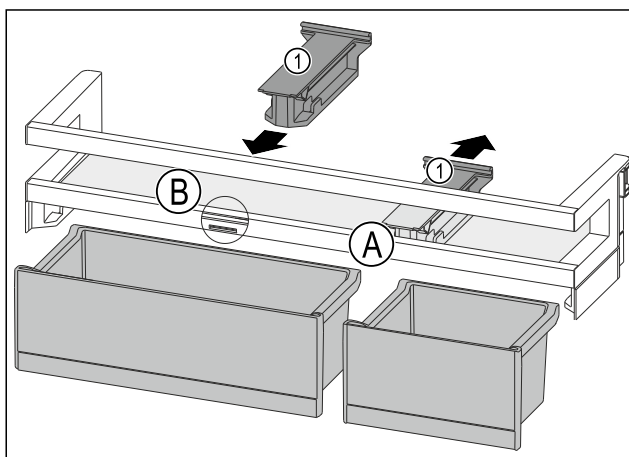

Fig. 127
- Tirare l'elemento di tenuta Fig. 127 (1) all'indietro per portarlo in posizione Fig. 127 (A).
- Inserire l'elemento di tenuta Fig. 127 (1) in posizione Fig. 127 (B).